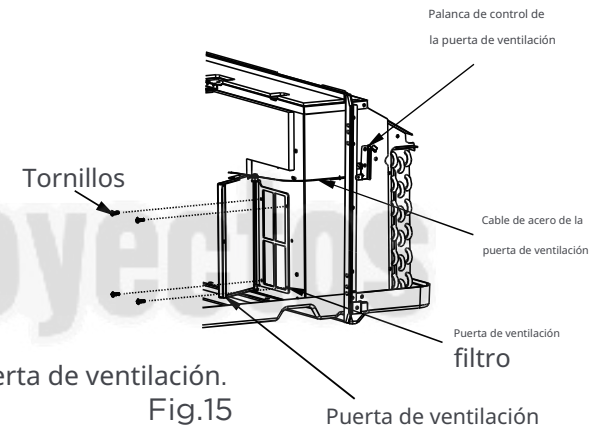

Fig.15
- Gire la palanca de control de la ventilación para abrir la puerta de ventilación. (Ver. Fig.15)
- Retire los cuatro tornillos del filtro de la puerta de ventilación. (Ver. Fig.15)
- Primero saque el alambre de acero de la puerta de ventilación del agujero de la puerta de ventilación, luego retire la puerta de ventilación y el filtro. (Ver. Fig.15) - Limpie el filtro. Séquelo completamente antes de volver a colocarlo.